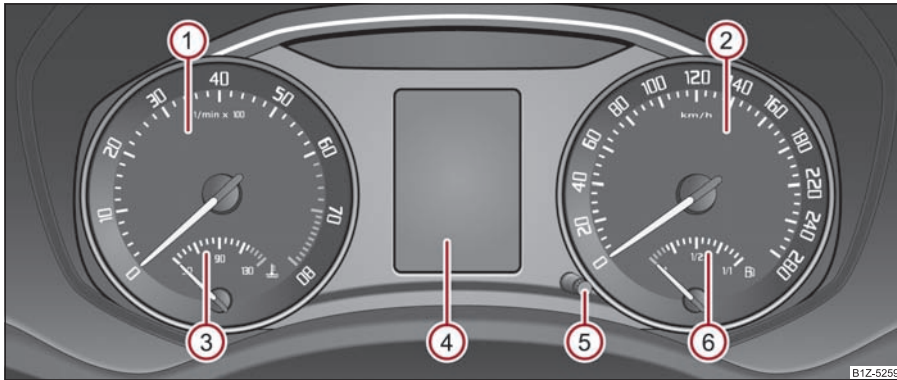

Abb. 15 Kombi Instrument
Der rote Bereich der Drehzahlmesserskala ① ⇒ Abb. 15 kennzeichnet den Bereich, in dem das Motorsteuergerät beginnt, die Motordrehzahl zu begrenzen. Das Motorsteuergerät begrenzt die Motordrehzahl auf einen sicheren Grenzwert.
Die Kühlmitteltemperaturanzeige ③ ⇒ Seite 15, Abb. 15 arbeitet nur bei eingeschalteter Zündung.
Die Kraftstoffvorratsanzeige ⑥ ⇒ Seite 15, Abb. 15 arbeitet nur bei eingeschalteter Zündung.
Halten Sie den Rückstellknopf (5) → Seite 15, Abb. 15 ca. 1 Sekunde gedrückt, wird der Tageszähler auf Null zurückgestellt.
Sie können die noch verbleibende Fahrstrecke und Tage bis zum nächsten Servicetermin jederzeit mit Hilfe der Taste (5) anzeigen lassen → Seite 15, Abb. 15.
Die Service-Intervall-Anzeigen können Sie auch mittels des Knopfs ⑤ ⇒ Seite 15, Abb. 15 zurücksetzen.